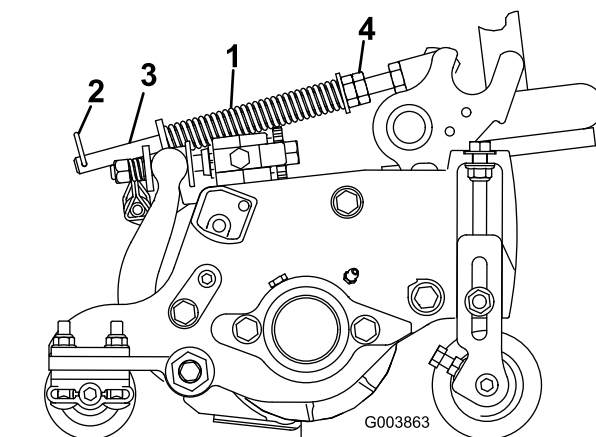

図 21
1. ヘアピン・コッターがスプリング・ロッドの後の穴に差し込まれていることを必ず確認しておいてください（図 21）。
2. スプリングロッド前部の六角ナットを締め、スプリング（圧縮状態）の長さが15.9 cm になるようにする（図 21）。